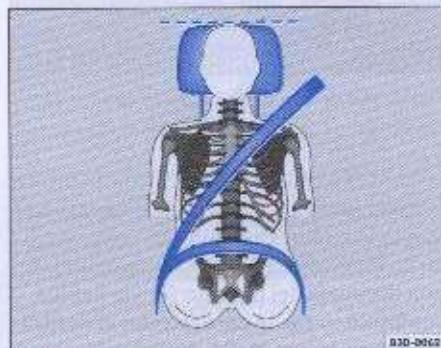

Fig. 15. Posiciones incorrectas del cinturón de seguridad y del apoyo para cabeza, vistas de frente.
- El cinturón de seguridad debe estar bien ajustado al tronco del pasajero ⇒ página 22, fig. 15.